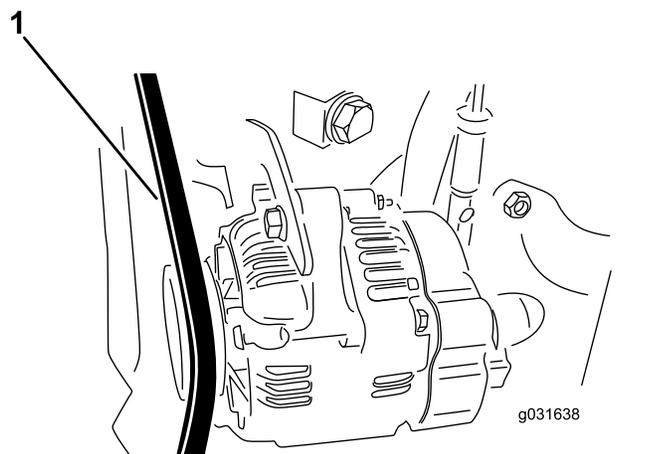

Figure 61
2. Contrôlez la tension de la courroie en exerçant une force de 30 N·m à mi-chemin entre les poulies d'alternateur et de vilebrequin (Figure 61).